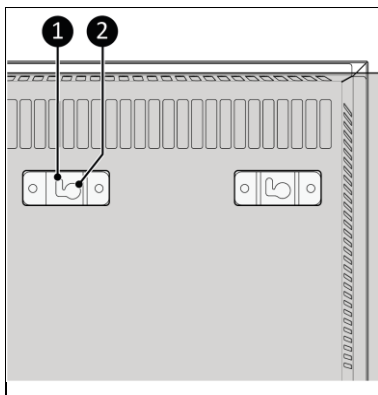

Figura 12
10. Așezați orificiile suportului (Figura 12, poz. 2) peste șuruburile de perete.
11. Glisați dispozitivul spre stânga și lăsați-l să cadă în deschiderea suporturilor (Figura 12, poz. 1).